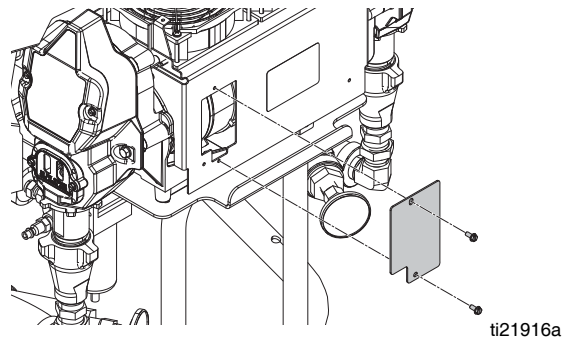

FIG. 19 Balais de moteur
6. Retirez le couvercle de commande de l'afficheur (26). Débranchez les câbles du moteur comme suit :
- a. Retirez les deux boulons et accédez à la plaque de recouvrement. Consultez la section FIG. 19, page 54.